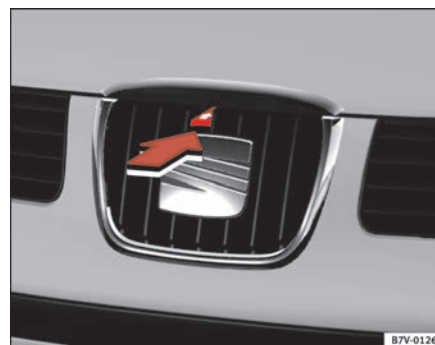

Fig. 138 Detalle de la parrilla del radiador: palanca para abrir el capó del motor.
- Levante ligeramente el capó del motor y presione el botón de desbloqueo ⇒ **fig. 138** en dirección de la flecha.